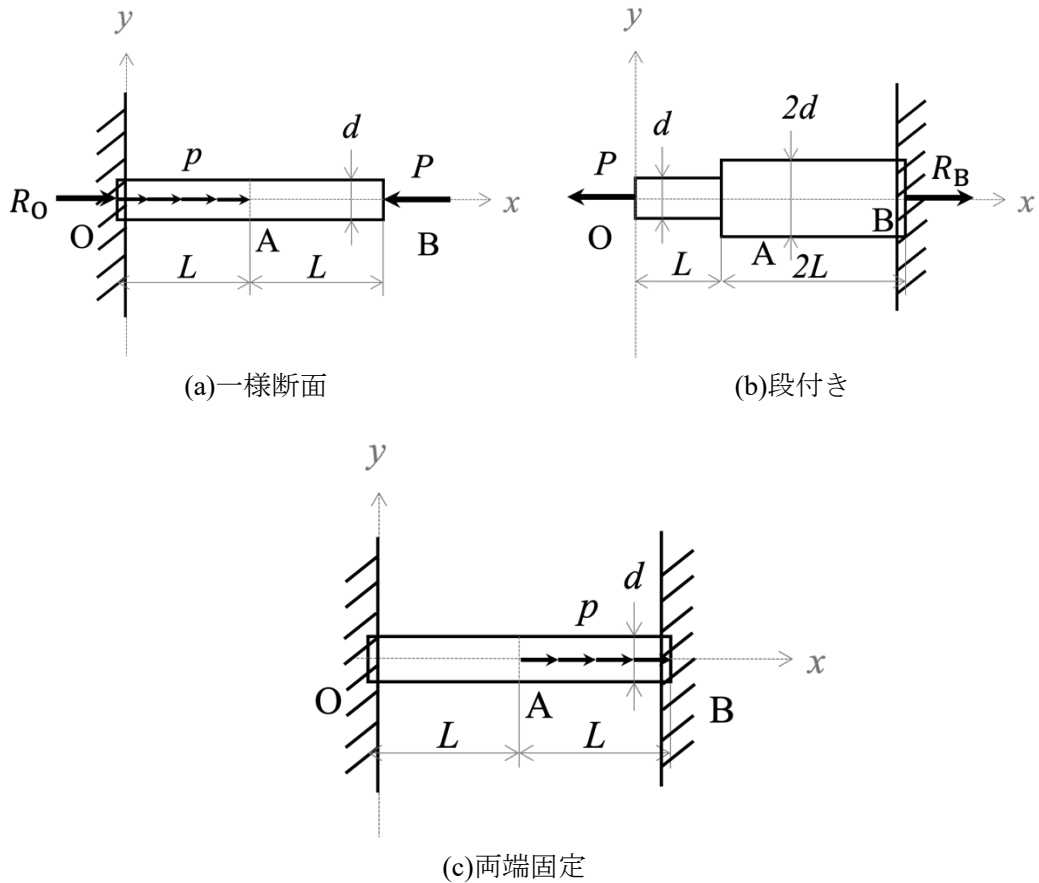

Fig.1 様々な丸棒
- [1] 図 1 に示すような一端が壁に固定された一様断面の丸棒(a), 段付き丸棒(b)と両端が壁に固定された丸棒(c)がある. (a)は長さ $2L$, 直径 d の丸棒の左端が固定されておりBC間に分布荷重 p , 外力 P が図のように作用している. (b)は長さ L , 直径 d の丸棒(OA間)と長さ $2L$, 直径 $2d$ の丸棒(AB間)からなる段付き丸棒が右端で固定されている. (c)は長さ L , 直径 d の丸棒の両端が固定されており点Aで分布荷重 p が右向きに作用している. 点O, Bでの壁からの反力を R_O , R_B (右向き正), 丸棒のヤング率を E として, 以下の問いに答えよ.